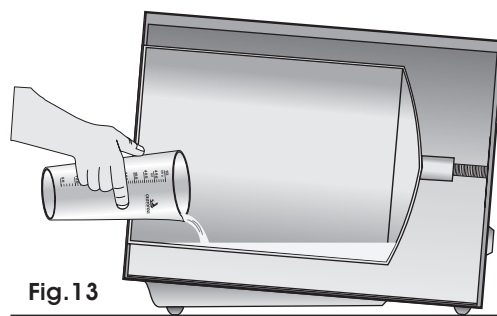

Fig. 13
- Abra a porta da autoclave, usando o copo graduado, coloque a quantidade correta de **água destilada** diretamente na câmara antes de cada ciclo (Fig.13) de acordo com a Tabela 4 abaixo.